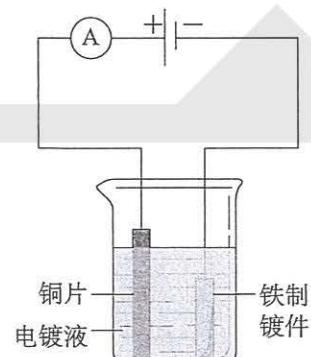

图 4-29 电镀装置示意图
- 把铁制镀件与 2~3 V 的直流电源的负极相连，铜片与直流电源的正极相连（如图 4-29）。将两极平行浸入电镀液中，两极间距约 5 cm，5~10 min 后取出，观察镀件表面发生的变化。